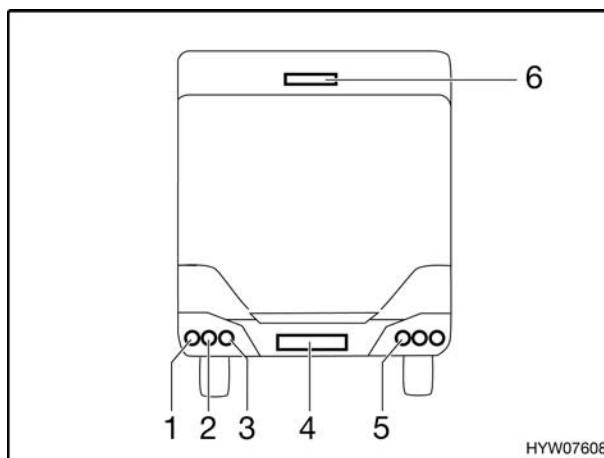
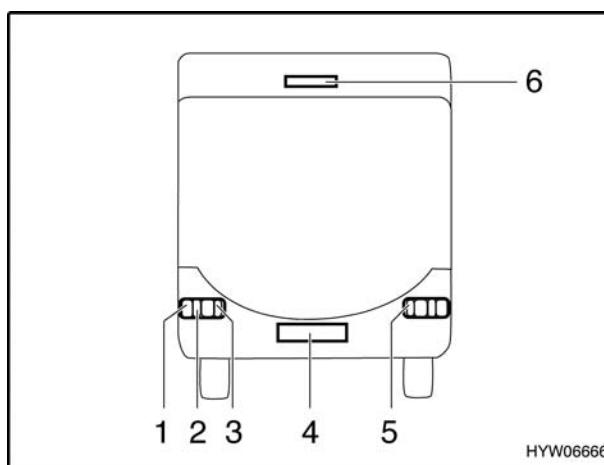
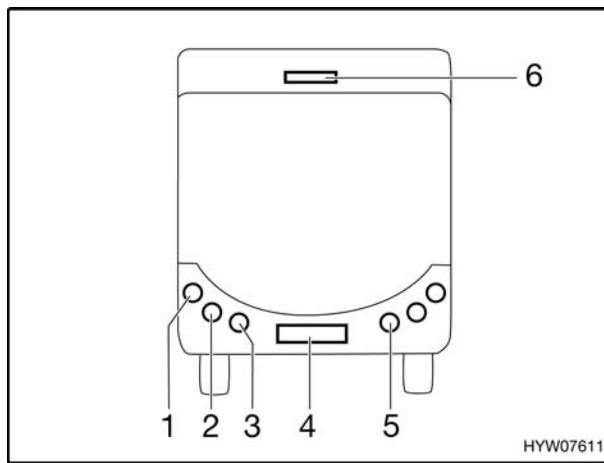

Fig. 198 Luci posteriori (variante 1)
Fig. 199 Luci posteriori (variante 2)
Fig. 200 Luci posteriori (variante 3)
■ Svitare le viti degli involucri (Fig. 198,1 a 5, Fig. 199,1 a 5 o Fig. 200,1 a 5).
La terza luce freno (Fig. 198,6, Fig. 199,6 o Fig. 200,6) va sostituita assieme al suo involucro.